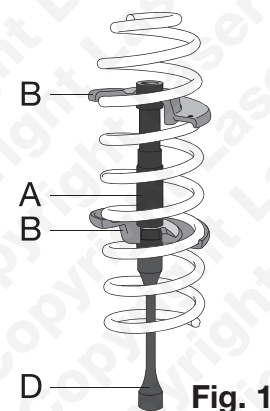

Fig. 1
4. Se reporter au schéma en Fig. 1. Faire coulisser les dispositifs de serrage à mâchoires sur le haut du ressort et insérer le corps télescopique du compresseur (A) vers le haut de l'intérieur du ressort en procédant par le bas, avec l'entraînement d'1/2 pouce face vers le bas.